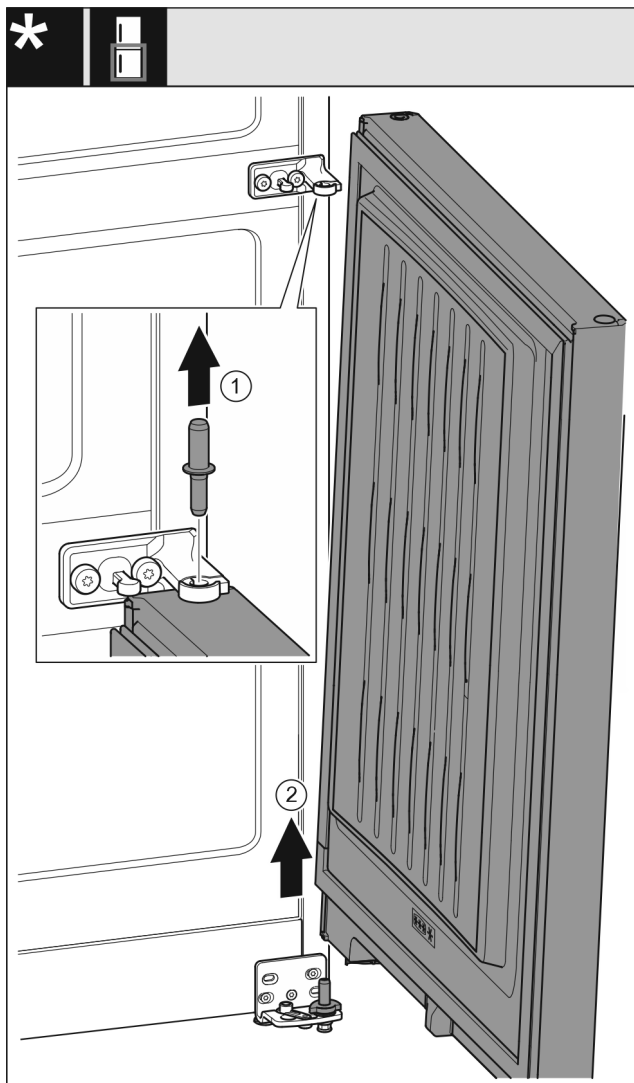

Fig. 7
- ▶ Estrarre il perno verso l'alto. Fig. 7 (1)
- ▶ Aprire la porta, tirarla verso l'alto e metterla da parte. Fig. 7 (2)